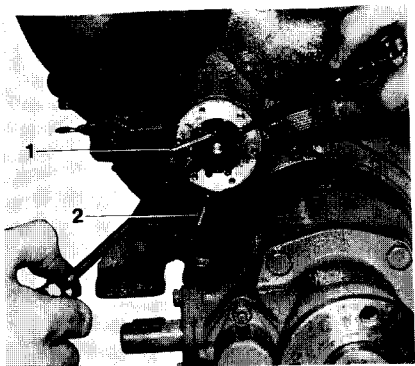

Fig. 25. Demontering av pumphjul
1. Demontera locket från sjövattenpumpen. **Se upp med eventuellt vattenintrång!** Drag med hjälp av två skruvmejslar ut axeln med pumphjul ur huset så mycket som behövs för att skruven som håller hjulet går att skruva ur. Se fig. 25. OBS. Lägg skydd under skruvmejslarna så att pumphuset ej skadas.